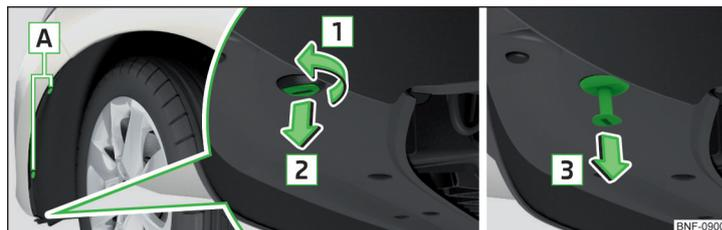

Fig. 176 Retirar el revestimiento de pasarruedas
- › Con el destornillador del equipo de herramientas a bordo, destornille los tornillos **A** » fig. 176 del revestimiento del paso de rueda.
- › Introducir la parte del remache extensible con la ranura contra el sentido de la flecha **2** y girarla un cuarto de vuelta contra el sentido de la flecha **1** » fig. 176.